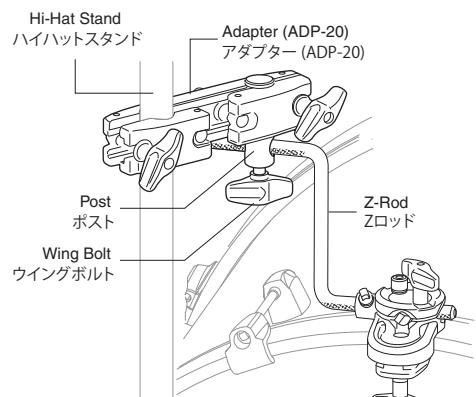

Fig. 3 / 図3
Z ロッドのもう一方に図 3 のようにポストを差し込み、ポストのウイングボルトを締めて軽く固定します。
- Clamp one end of the Adaptor (ADP-20) to the Post as shown. Clamp the other end of the Adaptor to the Hi-Hat stand as shown (Fig.3).
アダプター片側のクランプ部にポストをはさみ、位置を調節して軽く固定します。つぎに、もう一方のクランプ部でハイハットスタンドのパイプに軽く固定します (図3)。